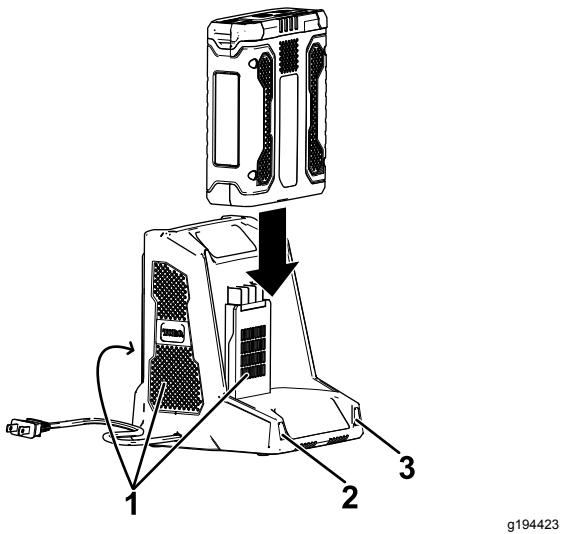

Figure 8
5. Glissez la batterie dans le chargeur jusqu'à ce qu'elle soit bien enclenchée (Figure 8).